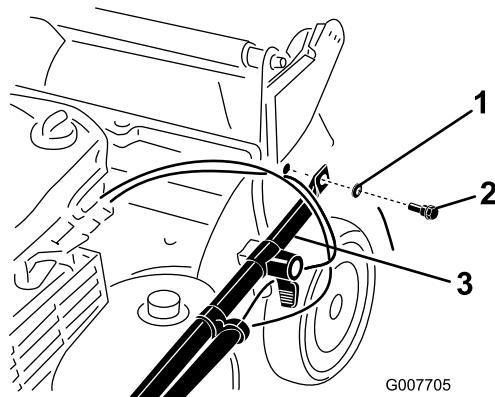

Bild 3
2. Befestigen Sie die Bügelenden mit 2 Scheiben und 2 Griffschrauben am Maschinengehäuse (Bild 3), ziehen Sie die Griffschrauben jedoch nicht fest.